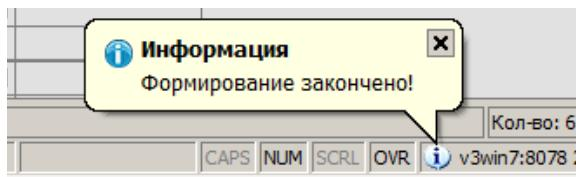

Рисунок 136.Пример сообщения в окне "Информация"
- в окне «Информация» появится сообщение «Формирование закончено!» (рис. 136);